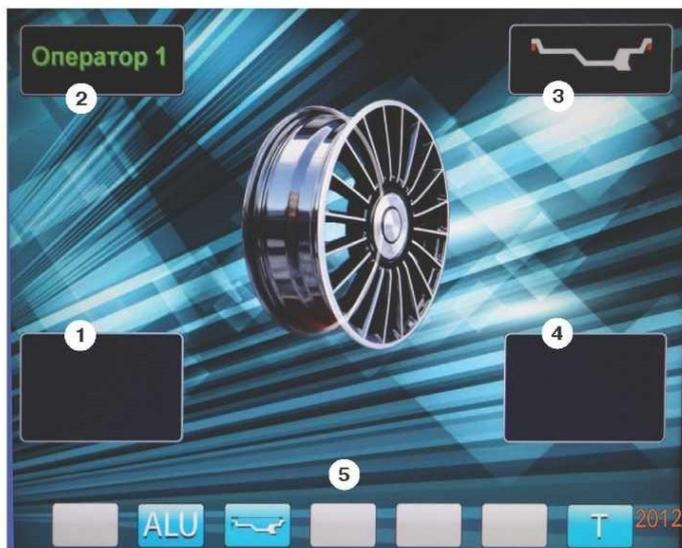
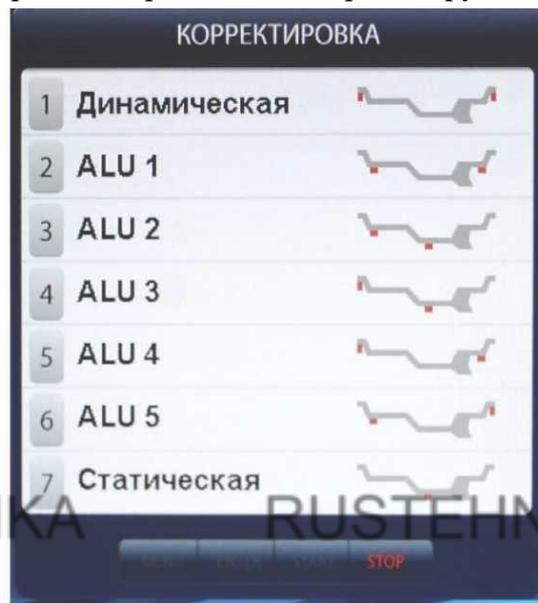

рис.8.2.
рис.11.3.
8.3. После включения питания СБ на экране монитора отображается фирменная заставка, которая через несколько секунд сменяется отображением экрана основного рабочего режима (рис. 8.2).
Для выбора схем расположения грузов в программах ALU1-ALU5 необходимо, находясь в режиме основного рабочего экрана, нажать кнопку «ALU», при этом открывается окно схем установки грузов, отмеченных номерами рис.11.3. Если после введения размеров колеса установился экран ввода геометрических параметров, необходимо перейти в экран основного рабочего режима нажатием кнопки «STOP». Для выбора нужной схемы нажмите кнопку верхнего ряда клавиатуры с соответствующим номером. Выбранная схема установки грузов отображается в окне 3 экрана основного рабочего режима (рис. 8.2).